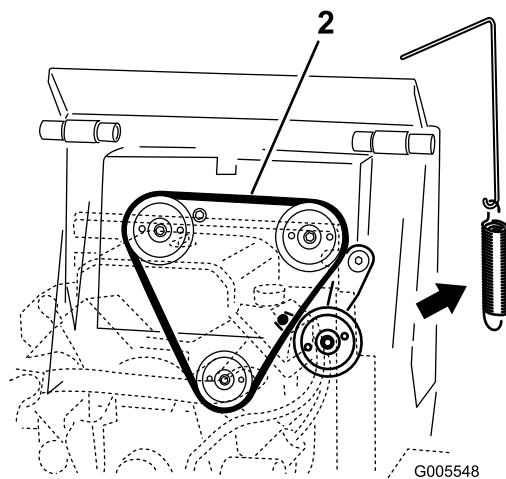

Figure 52
4. Enlevez le ressort de la poulie de tension (Figure 52).
6. Placez une courroie d'entraînement neuve sur les 3 poulies (Figure 52).